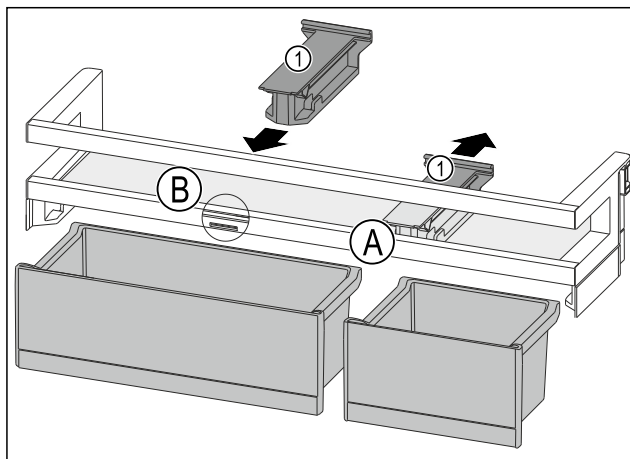

Fig. 89
- Tirare l'elemento di tenuta Fig. 89 (1) all'indietro per portarlo in posizione Fig. 89 (A).
- Inserire l'elemento di tenuta Fig. 89 (1) in posizione Fig. 89 (B).